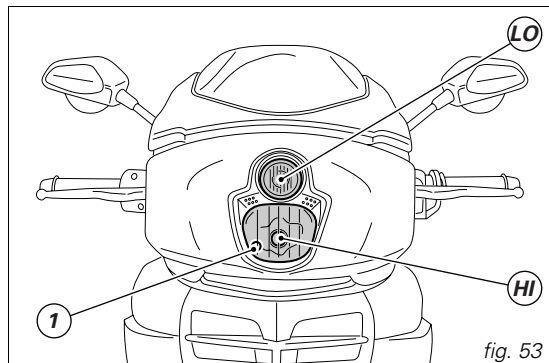

fig. 53
Nella fig. 53 é riportata la posizione delle lampade anabbagliante (LO), abbagliante (HI) e di posizione (1), del proiettore anteriore.